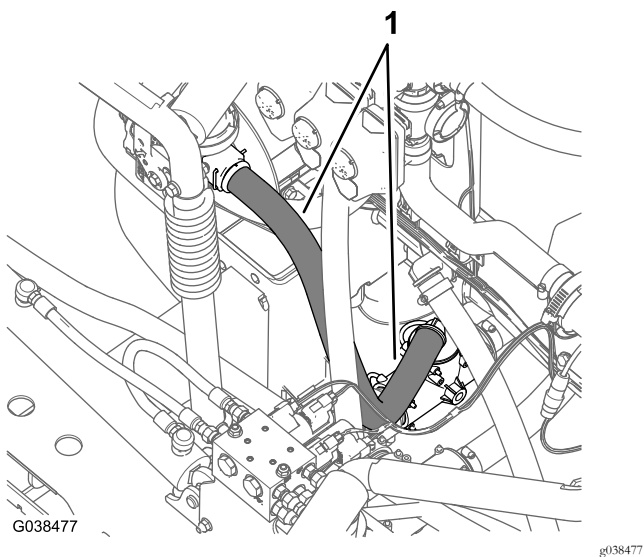

図 74
3. **図 74**のように、散布用給液ホースを、水圧リリースバルブの前方にあるT字フィッティングに導く。